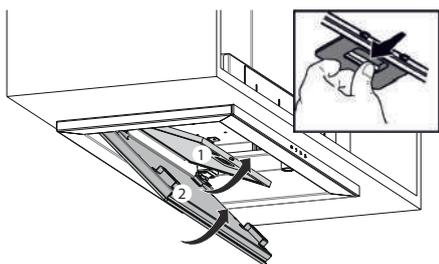

Fig. 8: Colocación de los filtros metálicos de aceite
11. ▶ Coloque el filtro de aceite metálico en el aparato y desbloquee el cierre del filtro (Fig. 8/1)
12. ▶ Instale el filtro metálico de aceite ( Fig. 8/1)
13. ▶ Cierre el aspirador lateral (Fig. 8/2).